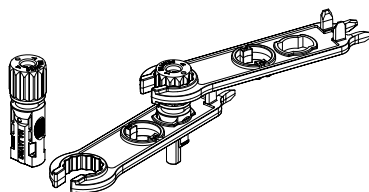

Figura 6.5 Conector com porca de capa parafusada
c) Insira o pino de contato na parte superior do conector e aperte a porca da capa na parte superior do conector.(como mostra a figura 6.5).